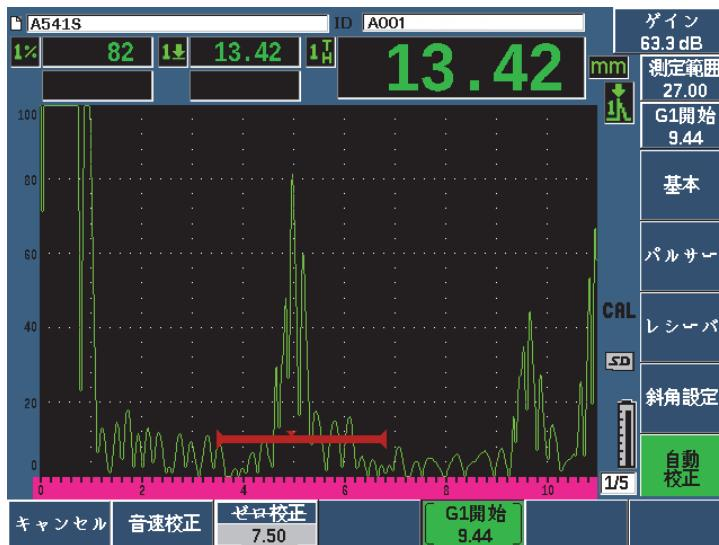

図 9-8 音速校正におけるゲート信号の例
11. ゲート内の指示に対応するすでに分っている厚さ値を入力します（この例では、0.100 インチ）。それから、**続行** (P3 キー) を選択し、2 番目の校正ステップに進みます (168 ページの図 9-8 参照)。校正のこの段階で使用する厚さ値は、**ゼロ校正**パラメータボックスの基準として保存されます。